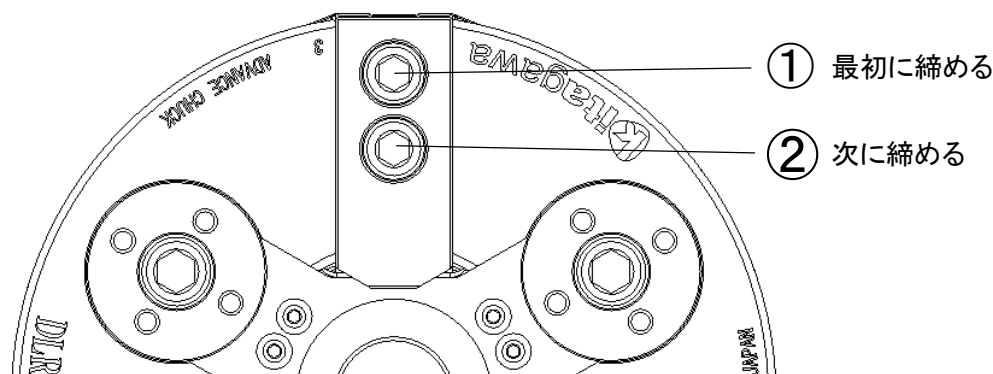

図 14-3 ジョー取付ボルトの締め付け順序
- Tnut-Plus の取付再現性を長期間安定して維持するため、ジョー取付ボルトを締め付ける際は、常にチャック外径側のボルト①から規定トルクで締め付けてください。(図 14-3 参照)